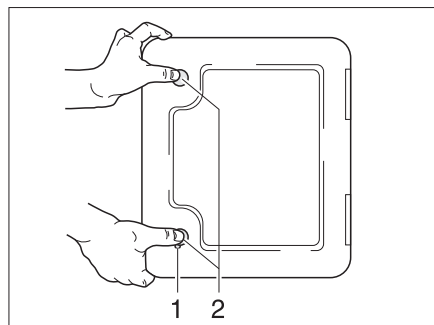

Fig. 150 Portillon pour la toilette à cassette
- Ouvrir le portillon pour la cassette à l'extérieur du véhicule. Insérer pour cela la clé dans le barillet du verrou de pression (Fig. 150,1) et la tourner d'un quart de tour.
- Appuyer du pouce et simultanément sur les deux verrous de pression (Fig. 150,2) et ouvrir le portillon pour la cassette.